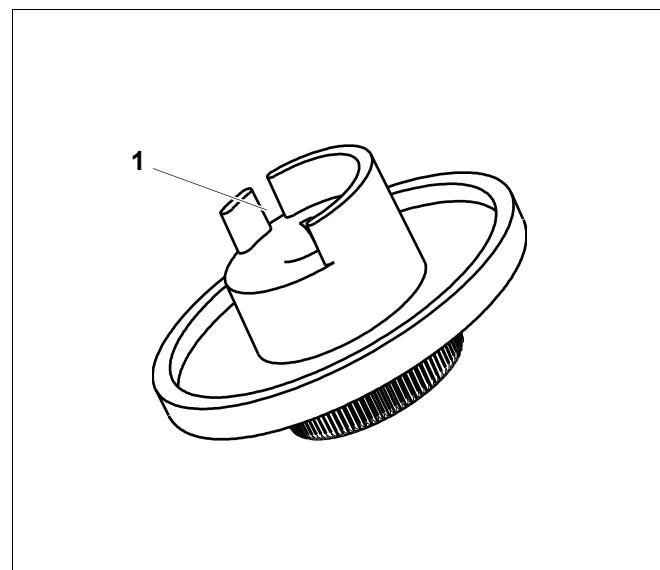

Рис.4 Ручка настройки
- Отломите стопор (\rightarrow рис. 4, [1]).